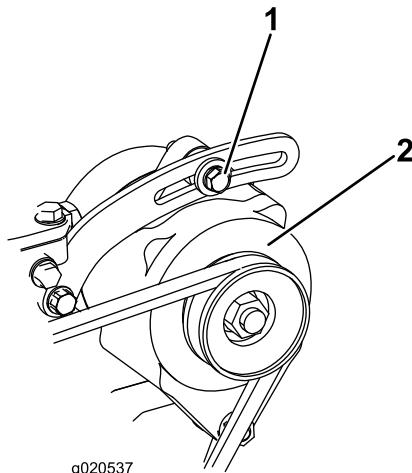

Figura 69
Controllate lo stato e la tensione della cinghia (Figura 69) ogni 100 ore di servizio.
2. Se l'inflessione non è di 10 mm, allentate i bulloni di fissaggio dell'alternatore (Figura 69). Aumentate o riducete la tensione della cinghia dell'alternatore e serrate i bulloni. Controllate di nuovo l'inflessione della cinghia per accettare che sia esatta.